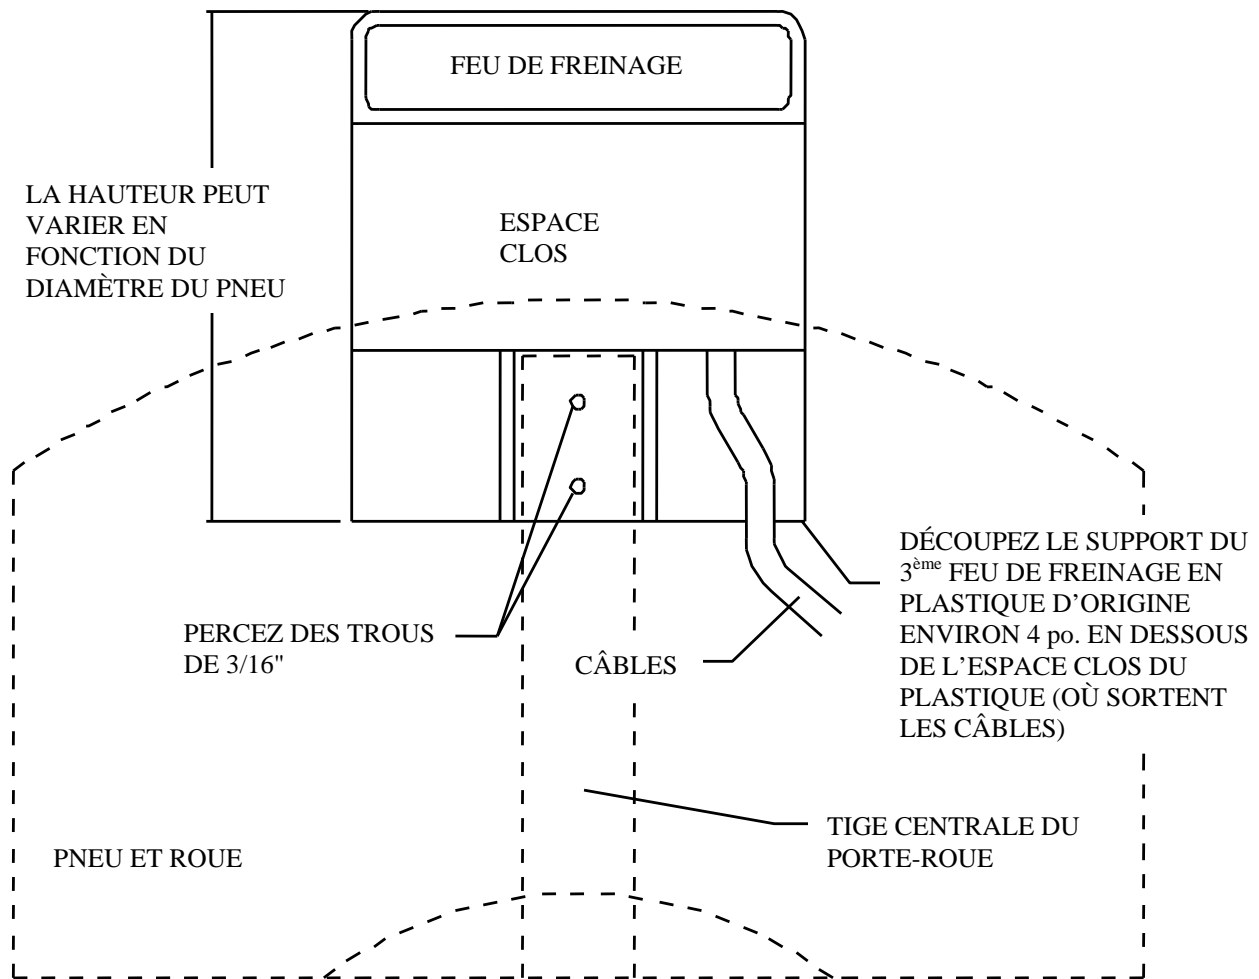

Figure 10, MONTAGE DU 3^{ème} FEU DE FREINAGE
22. Sur les véhicules TJ et YJ équipés d'un 3^{ème} feu de freinage, il faudra déplacer celui-ci. Cette opération est facile. Il suffit de couper le support d'origine et de le monter sur la tige verticale du nouveau porte-roue. Deux petites vis sont fournies à cet effet. **Voir la figure 10.**